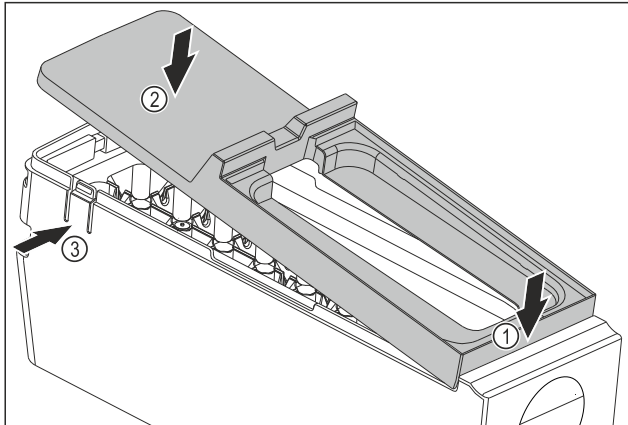

Fig. 139
- ▶ Montare la copertura del corpo dell'EasyTwist-Ice: Applicare la copertura sul davanti. Fig. 139 (1)
- ▶ Abbassare la copertura sul retro. Fig. 139 (2)
- ▷ La copertura si innesta in entrambe le linguette Fig. 139 (3) in modo udibile.